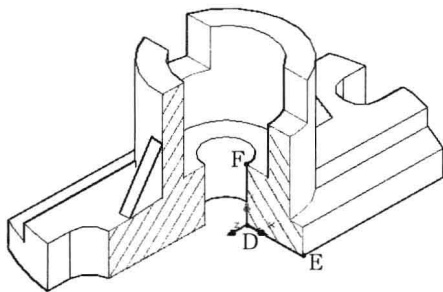
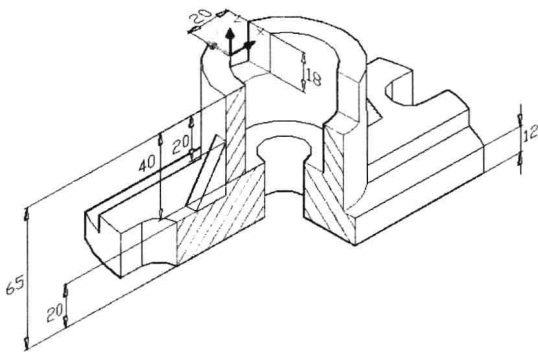

图 11-2-23
图 11-2-24
(5) 单击“视图”选项卡，在“坐标”面板中，单击“三点”按钮, 依次捕捉并单击 D、E、F 三点，创建新的坐标轴。
(6) 单击“常用”选项卡，单击“绘图”面板名称，展开面板，单击“图案填充”按钮, 打开“图案填充和渐变色”对话框，选择图案名称为“ANSI31”，比例设为 1.25，角度设为 90，单击“添加：拾取点”按钮, 依次把需要填充的区域选中，按 Enter 键结束选择，单击“确定”按钮，填充效果如图 11-2-23 所示。
(7) 单击“视图”选项卡，在“选项板”面板中，单击“图层特性”按钮，打开“图层特性管理器”选项板，双击“三维标注”图层，将其设置为当前层。关闭“图层特性管理器”选项板。
(8) 单击“视图”选项卡，在“坐标”面板中，单击“三点”按钮，创建新的坐标系，并在新的坐标系统的 XY 平面上标注实体的三维尺寸，如图 11-2-24 所示。